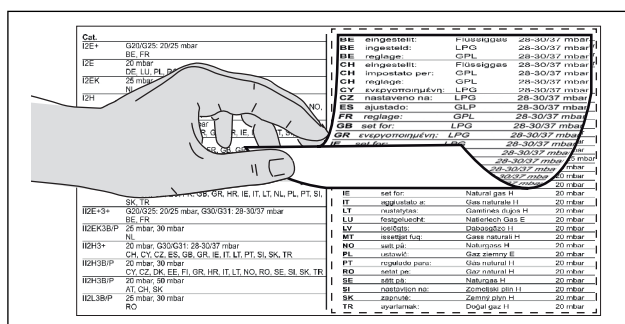

Fig. 5.28 Pose des étiquettes signalétiques du jeu de buses
- ▶ Collez l'étiquette signalétique du jeu de buses sur les emplacements prévus à cet effet, sous la table de cuisson (cf. fig. 5.28) et à l'arrière de la présente notice d'utilisation et de montage.